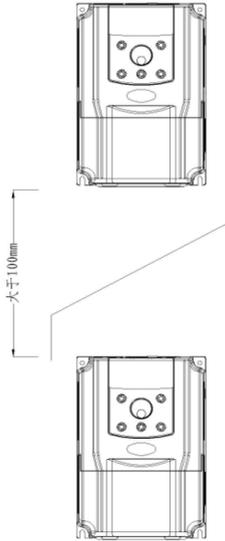

图 3-1 ASB530 变频器安装示意图
- 1) 请垂直安装变频器, 便于热量向上散发。但不能倒置。若柜内有较多变频器时, 最好是并排安装。在需要上下安装の場合, 请参考图3-1的示意, 安装隔热导流板。
- 2) 安装空间遵照图3-1所示, 保证变频器的散热空间。但布置时请考虑柜内其它器件的散热情况。